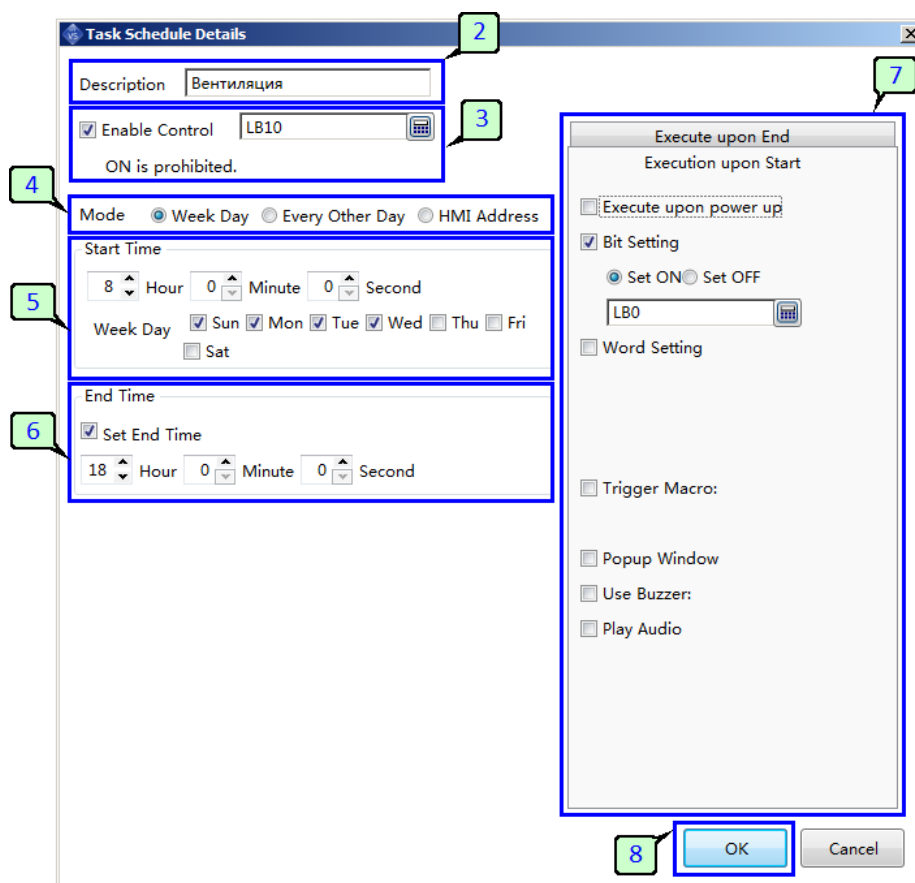

Рисунок 116 - Добавление новой задачи
1. Нажмите "Новый", чтобы добавить пункт новой задачи в расписание (рисунок 116).